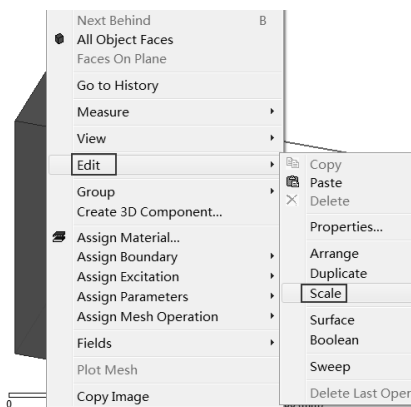

图 19-76 模型调整
Step9 模型调整。如图 19-76 所示，在 Maxwell 软件中选中外面的长方体几何(air.sat)，右击并在弹出的快捷菜单中选择 Edit Scale 命令。